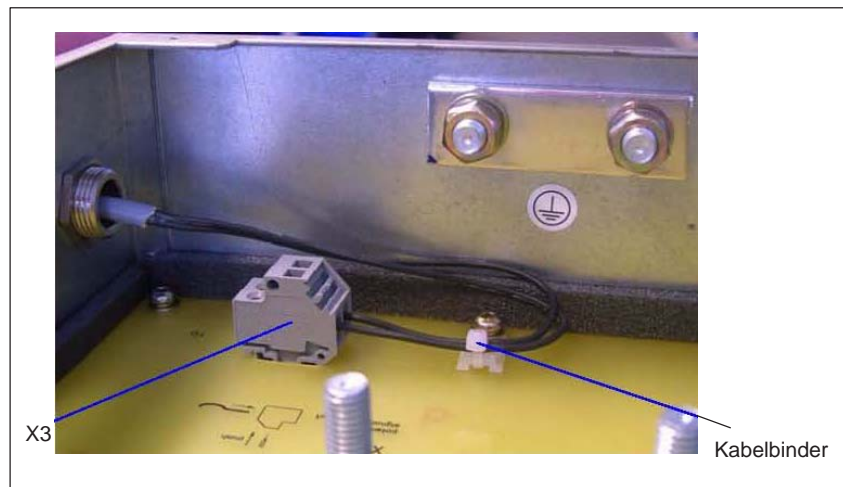

Bild 8-46 Anschluss Meldekontakt X3 bei VPM 200 und VPM 200 Dynamik
- Leitungen an X3 anschließen und mit Kabelbinder sichern (siehe Bild 8-46)
- K2 gnge (PE) ⇒ PE1